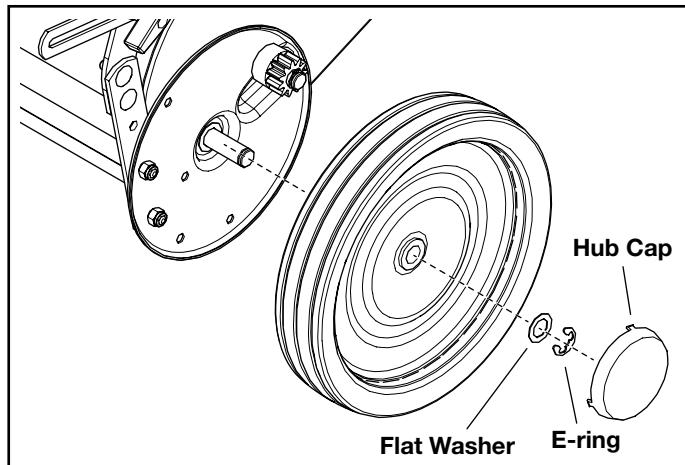

FIGURE 13
To remove the wheel, pop off hub cap with a screw driver and remove retaining "E" ring and flat washer. See Figure 13.
RANGEMENT Vous pouvez accrocher l'ensemble à un mur ou retirer le cadre du sac trémie pour le ranger. **LU-BRIFICATION/ENTRETIEN** Les roulements de la balayeuse ont été pré-lubrifiés à l'usine. Nous recommandons d'ajouter quelques gouttes d'huile légère aux roulements de la tige des brosses deux fois par an. Enlevez les roues pour nettoyer les engrenages tous les deux ans. Après le nettoyage, appliquez une mince couche uniforme d'huile. Pour retirer la roue, enlevez le capuchon de moyeu à l'aide d'un tournevis et retirez la bague de retenue (E) et la rondelle plate. Voir la Figure13.